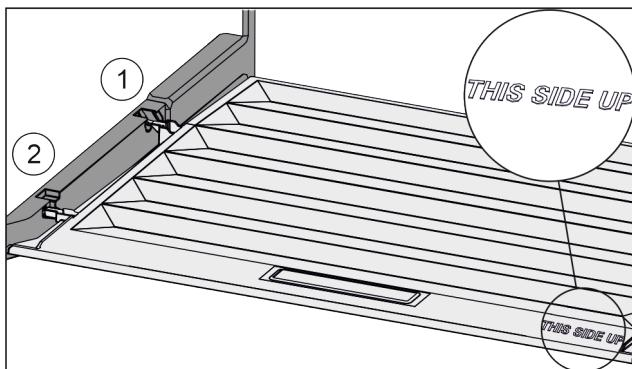

Fig. 132
- Introduceți nervura capacului prin orificiul suportului posterior Fig. 132 (1) și închideți-l în față în suport Fig. 132 (2).